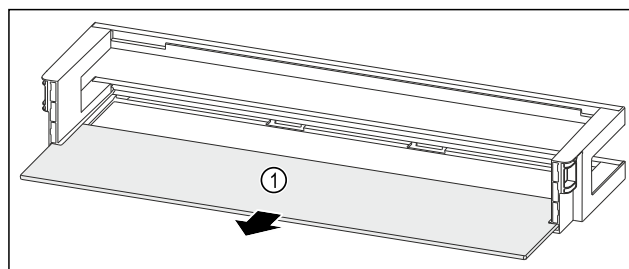

Fig. 165 Türabsteller mit Abstellfläche
- Abstellfläche Fig. 165 (1) entnehmen.